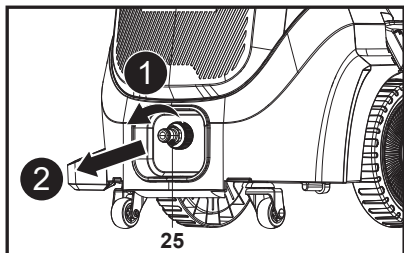

Fig. 23
1. Remova o adaptador de entrada de água (25) do conector de entrada de água (10) (Fig. 23).